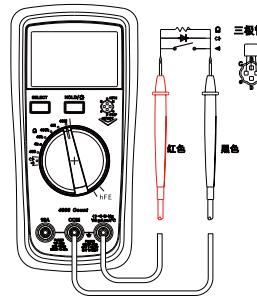

图3
2. 电阻测量(见图3)
3. 电路通断测量(见图3)
4. 二极管测量(见图3)
5. 晶体管放大倍数测量(hFE) (见附图3)